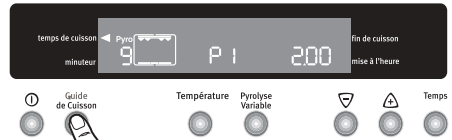

Fig. 19
1. Appuyez sur la touche "**Marche/Arrêt**" ① pour allumer le four.
2. Appuyez sur la touche de sélection "**Fonctions de cuisson**" et sélectionnez la fonction "**Pyrolyse**". Le symbole , l'indication "**Pyro**" et "**P1**" (Pyrolyse 1 - durée: 2 h) s'affichent (Fig. 19).